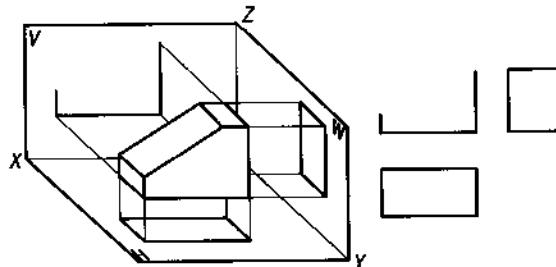

图 5
5. 先完成物体投影的轴测图 (图 5), 再完成三视图, 并回答问题。